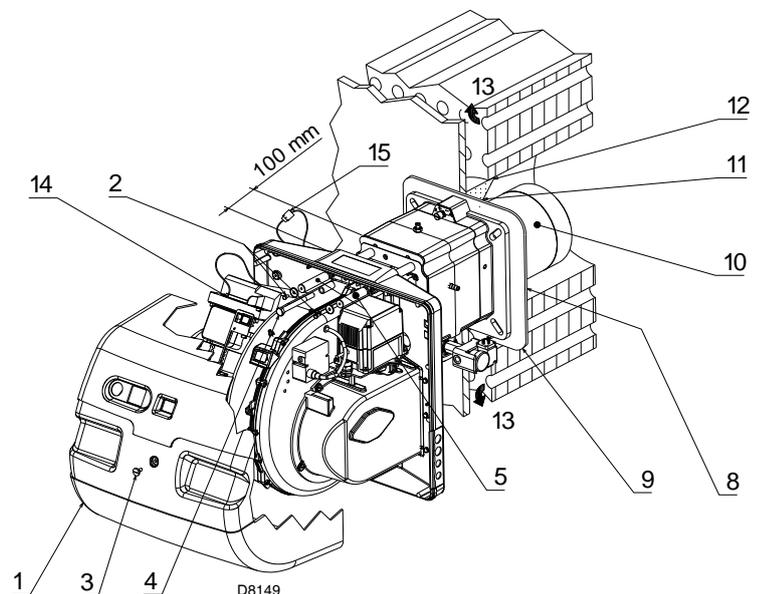

Abb. 13
Stellen Sie bei Kesseln mit vorderem Rauchlauf 13) eine Schutzvorrichtung aus hitzebeständigem Material 11) zwischen dem als Hitzeschutz zwischen Kessel 12) und Flammrohr 10) aus. Diese Schutzschicht muss so angelegt sein, dass das Flammrohr ausbaubar ist. Siehe Abb. 13.
Dann den Flammkopf vom übrigen Brenner trennen, Abb. 13. Dazu ist wie folgt vorzugehen:
Den Flansch 9)(Abb. 13) an der Heizkesselplatte befestigen und die mitgelieferte Isolierdichtung 8)(Abb. 13) einfügen.
- den Brenner auf den Führungen 3) etwa 100 mm von Muffe 4) - Brenner in der in Abb. 13 gezeigten Position montieren;
- den Stecker des Stellmotors 14)(Abb. 13) anschließen und die Kabeldurchführung 15)(Abb. 13) anschrauben;